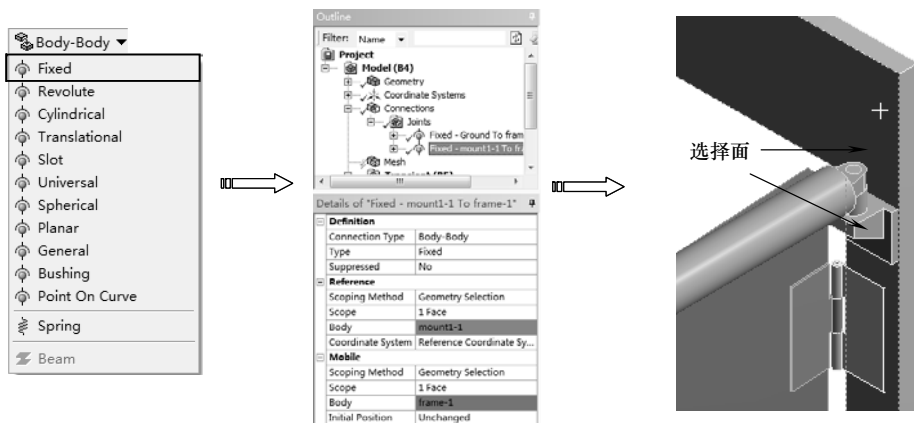

图 10-81 刚体固定
4) 单击【Connections】工具栏上的【Body-Body】|【Fixed】命令，分析树中增加【Fix-No Selection To No Selection】节点。分别选择如图 10-81 所示的表面，单击详细设置窗口中的【Reference】和【Mobile】列表中【Body】下的【Apply】按钮完成。